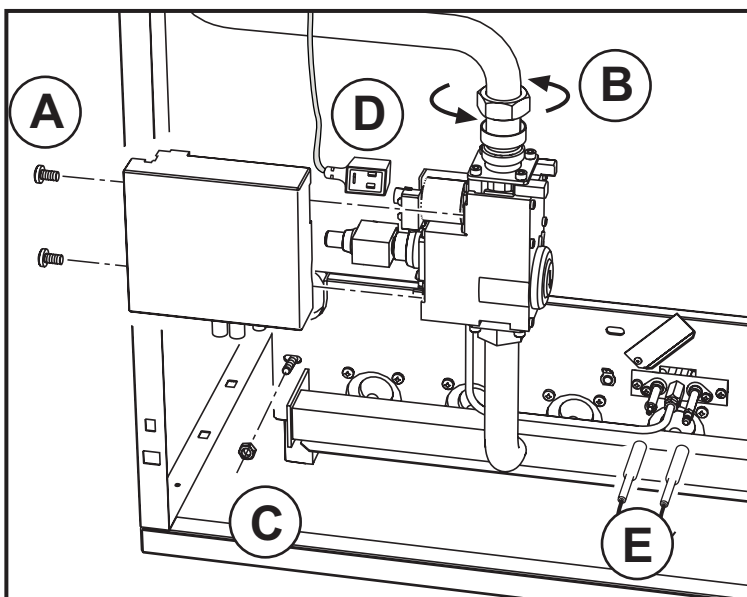
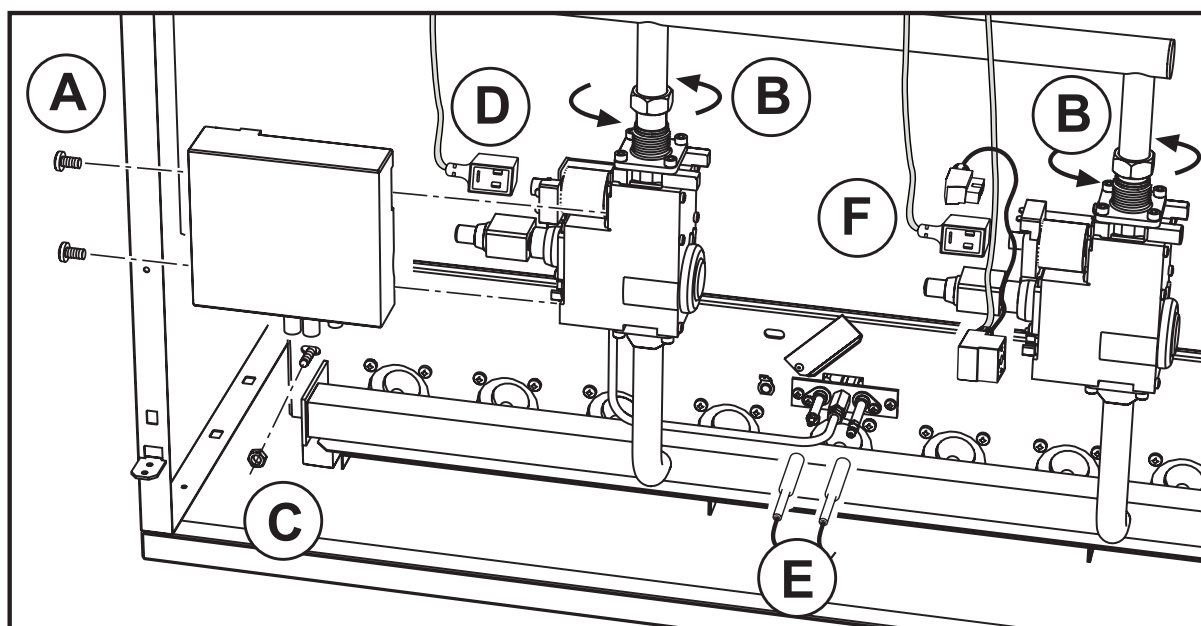

fig. 9 - Modelli 67 - 77 - 87
fig. 10 - Modelli 97 - 107
- Svitare le due viti (A) che trattengono la centralina elettronica di controllo fiamma alla valvola gas (fig. 9 e 10) e sfilarla da quest'ultima. Svitare la vite che trattiene il connettore (D - fig. 9 e 10) e sfilarlo.
- Per i modelli **GASTER N 97 e 107 AW** che hanno 2 valvole gas bisognerà inoltre svitare le 2 viti che trattengono i 2 connettori elettrici (F) che alimentano la seconda valvola e sfilarli dalla medesima.
- Svitare il dado che fissa il tubo adduzione gas a monte della valvola gas (fig. 9). Per i modelli **97 e 107**, svitare i 2 dadi (fig. 10)
- Svitare i due dadi che fissano la porta della camera di combustione agli elementi in ghisa della caldaia (fig. 9 e 10)